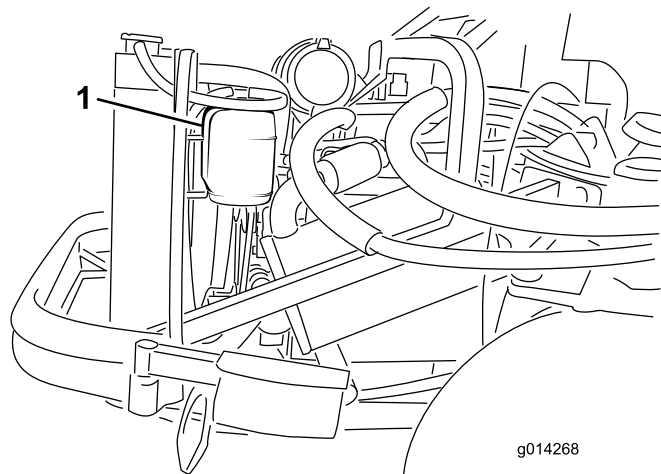

Figura 44
1. Controllate il livello di refrigerante nel serbatoio di espansione (Figura 44). Il livello di refrigerante deve essere compreso tra i segni previsti sul lato del serbatoio.